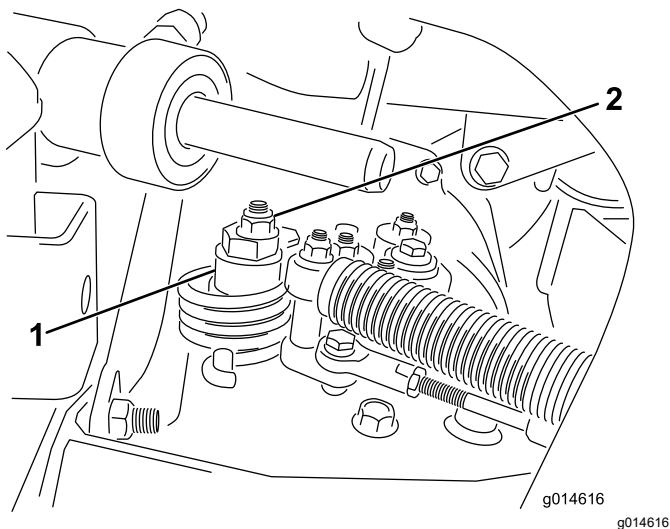

Figura 43
A. Allentate il dado che fissa l'eccentrico alla parte superiore dell'igrostatò (Figura 43).
C. Fate girare l'eccentrico finché non riscontrate movimenti in alcuna direzione. Quando la ruota cessa di girare, serrate il dado di bloccaggio dell'eccentrico per mantenere la messa a punto (Figura 43). Verificate la regolazione portando l'acceleratore in posizione di MINIMA e MASSIMA.